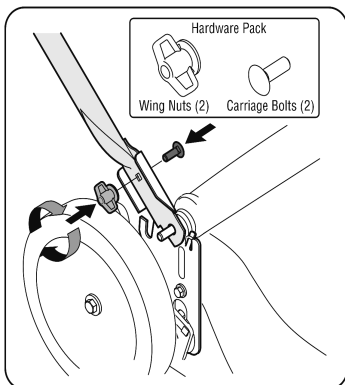

Figura 3-2
- Inserte el bulón de carro del paquete de hardware en el orificio superior en el soporte de montaje de la manija. Sujete con una tuerca plástica de mariposa, que también se incluye en el paquete de hardware. Vea la figura 3-2. Repita del otro lado con los elementos restantes del paquete de hardware.